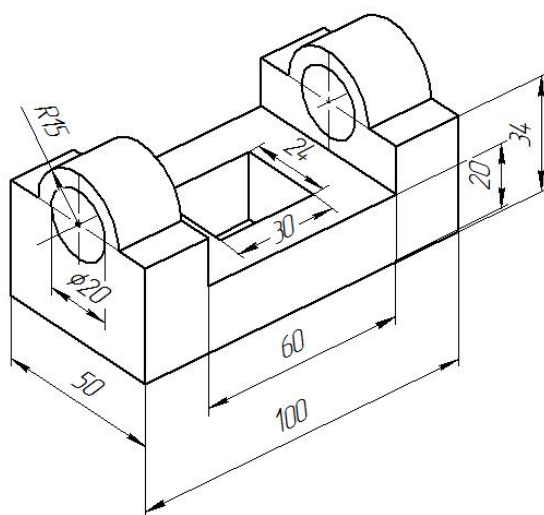

Рис. 27. Задание для самостоятельной работы. Основание
1. Постройте три стандартных вида в документе **Фрагмент** и ассоциативные виды в документе **Чертеж** детали рис. 27. Сравните их. Сохраните документы в папке **Мои модели** под именами «**Чертеж. Основание**», «**Ассоциативные виды. Основание**» (с этими документами будем работать в следующих работах).